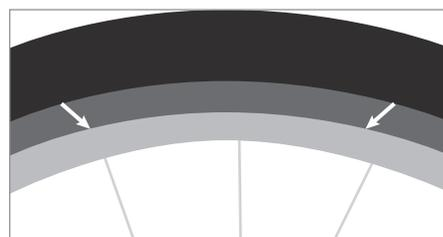

Figure 4
7. Mettez des lunettes de sécurité et gonflez le pneu. Pendant le gonflage, veillez à ce que les talons des pneus ne se détachent pas de la jante. Les talons de pneu peuvent faire un bruit de craquement audible lorsqu'ils sont bien en place. Vérifiez que le talon du pneu est bien en place en examinant la jante et la ligne indicatrice ou le bord supérieur du talon du pneu (Fig. 4). Le pneu est correctement positionné lorsque la distance entre la jante et la ligne de l'indicateur est égale sur tout le pourtour du pneu des deux côtés.